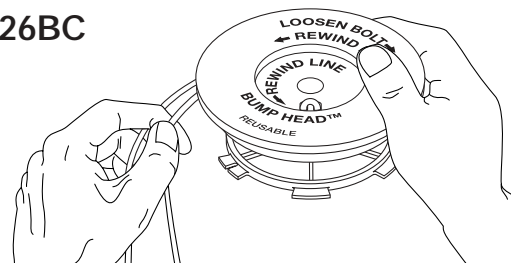

Fig. 39
7. Enroulez les fils en couches uniformes serrées sur le moulinet (Fig. 39 ou 40). Enroulez le fil dans le sens indiqué sur le moulinet intérieur. Placez votre index entre les deux fils pour les empêcher de se superposer. Ne superposez pas les extrémités du fil. Passez à l'étape 11.